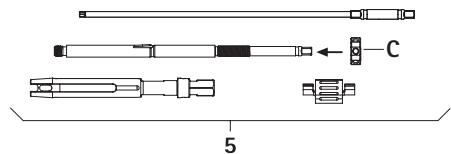

Fig. 11
- ▶ Visser l'écrou de serrage C sur la douille intérieure, voir Fig. 11.